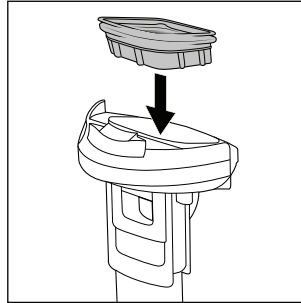

Fig. 28
- ◆ Quando os componentes estiverem secos, coloque o filtro de sujidade **10** novamente na tampa do reservatório de água suja **9** (ver fig. 28).